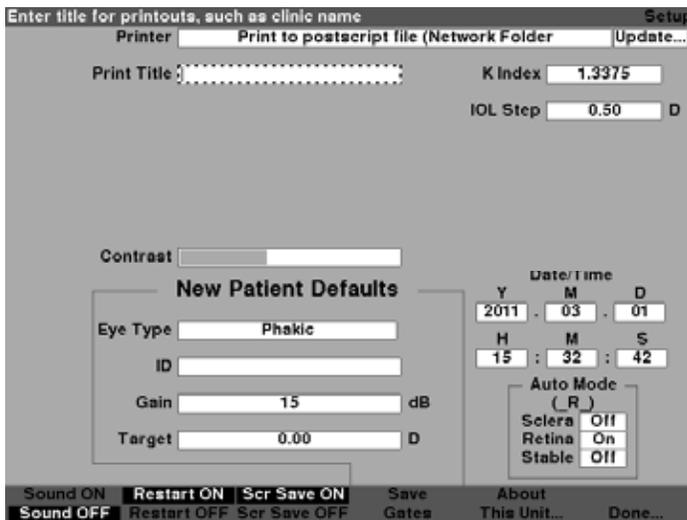

Figura 5-35 Campo de impressão de título ativado
2. Pressione o botão giratório ou o botão $\sqrt{\quad}$ para ativar o campo, indicado pela borda tracejada conforme mostrado na Figura 5-35.